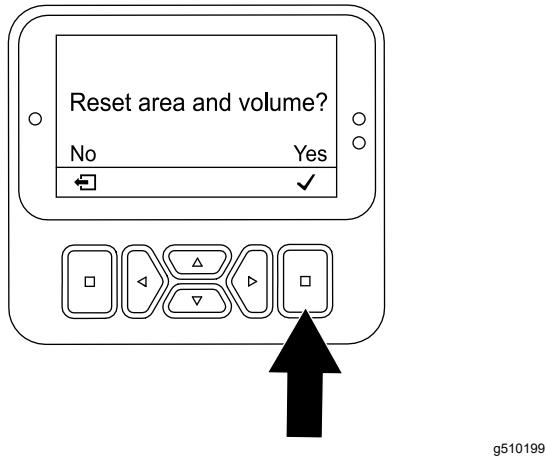

Figura 101
- All'interno della schermata REIMPOSTA AREA E VOLUME, premete il pulsante Invio (Figura 101).